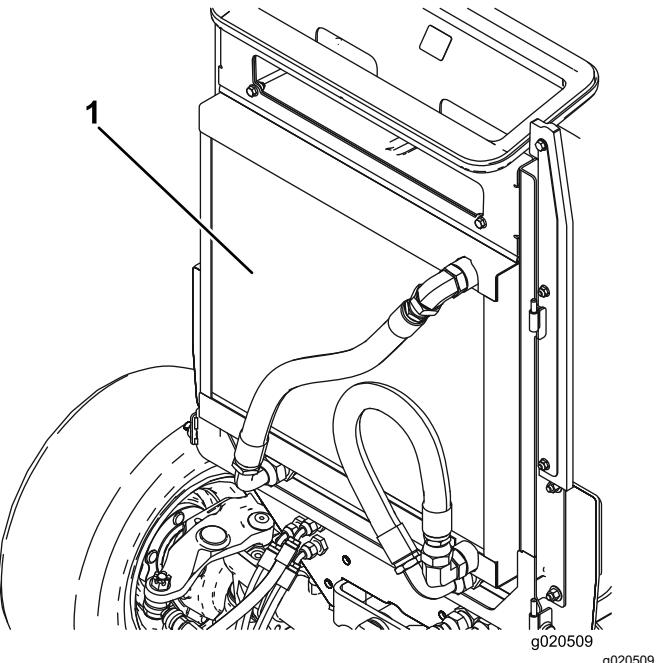

Figura 86
5. Limpe os dois lados do refrigerador de óleo e o radiador com ar comprimido (Figura 86).